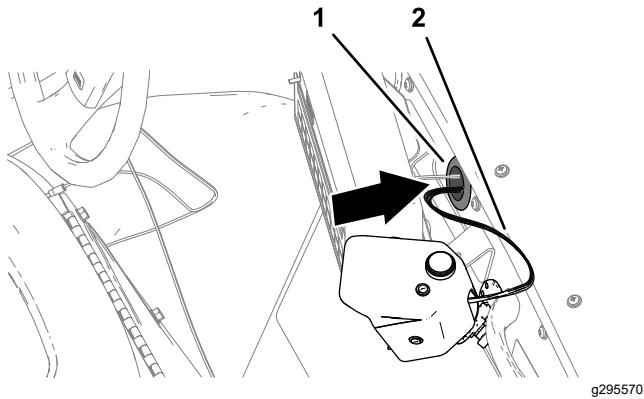

Figure 66
1. Faites passer le faisceau avant à travers le passe-câble de la planche de bord (Figure 66).